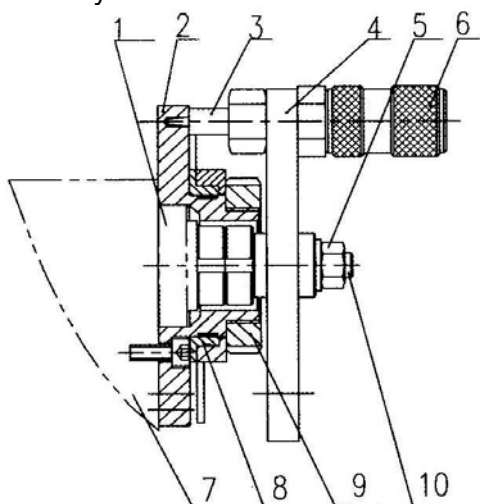

Рис. 2
1. Делительный диск (см. Рис. 2)